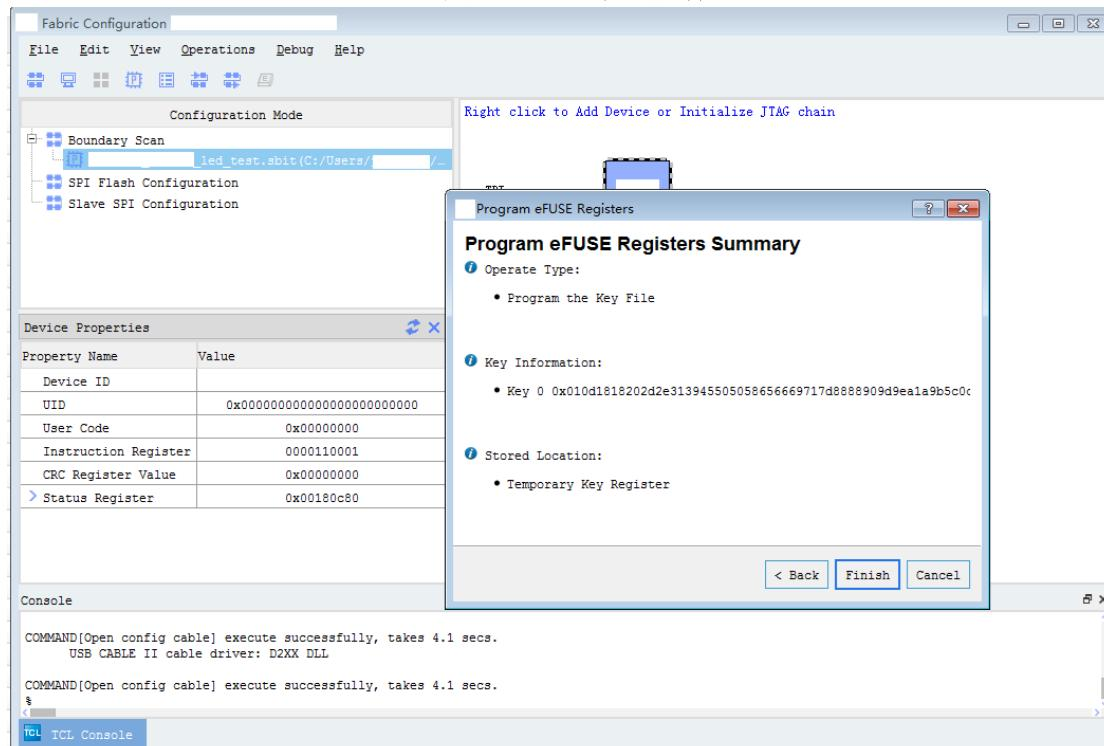
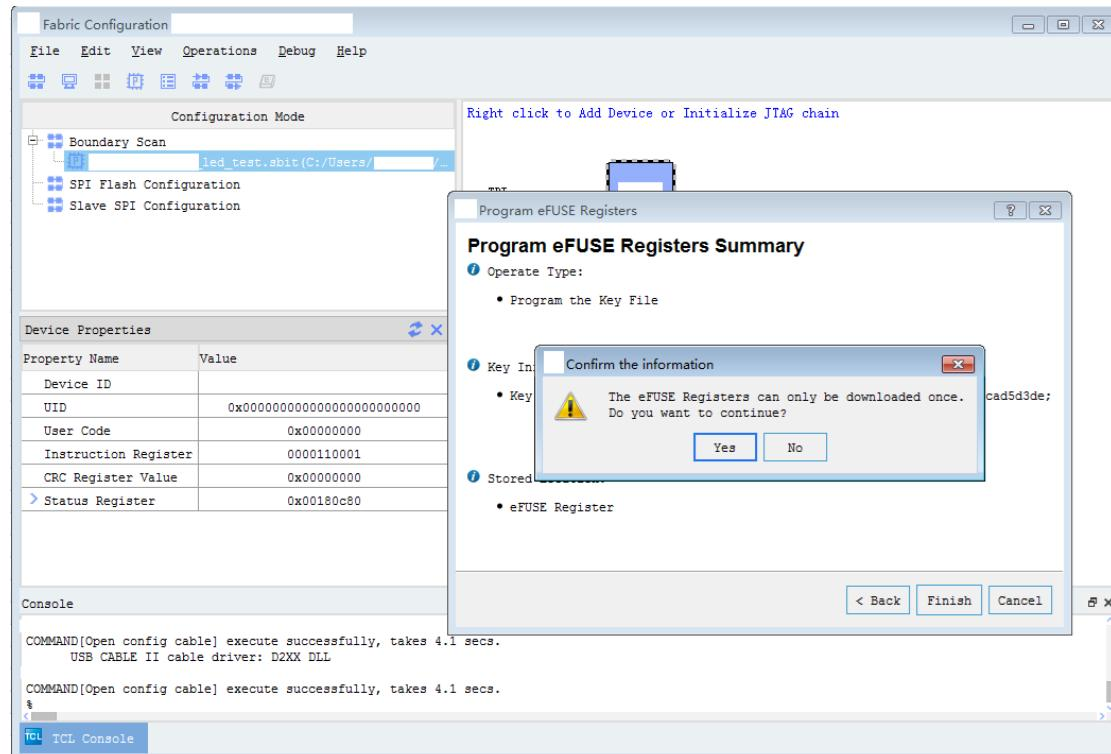

图 4-27 配置秘钥信息
图 4-28 配置永久秘钥时的警告
3、在选择好秘钥文件后，在该summary页将会把所选择的操作类型及秘钥文件信息打印出来，供用户进行确认，如图 4-27所示。如果想修改秘钥文件则只需退回选择新文件即可。确认信息无误后，点击Finish即可进行编程。如果编程的秘钥为永久秘钥，因永久秘钥只能编程一次，因此需用户再次进行确认，如下图 4-28所示。